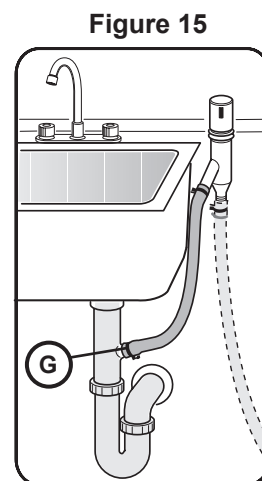

Figure 15
- 3 Sur le raccordement de vidange de lave-vaisselle sous l'évier via un dispositif de coupure anti-retour comme l'indique la **Figure 15**.